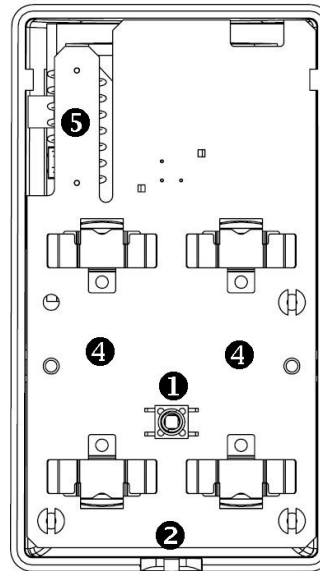

Figure 2: EL4755 PCB Board
3. Um den hinteren Sabotagekontakt zu nutzen, verschrauben Sie die Sollbruchstelle im Wandhalter mit der Wand (siehe Figure 2, position 3). Wenn der Melder von der Wand gerissen wird, bricht die Sollbruchstelle aus dem Wandhalter und löst den Sabotagekontakt aus.